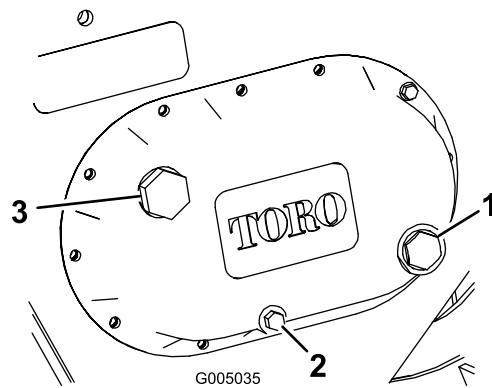

Figure 14
3. Vérifiez le niveau d'huile par le viseur sur le côté du boîtier d'engrenages (Figure 14).
4. Si le niveau est trop bas, enlevez le bouchon de remplissage (Figure 14) et versez de l'huile pour engrenages dans le boîtier jusqu'à ce que le niveau atteigne le point rouge sur le regard.
4. Enlevez le bouchon de vidange (Figure 14) pour permettre à l'huile de s'écouler dans le récipient.
6. Enlevez le bouchon de remplissage (Figure 14) et versez de l'huile pour engrenages dans le boîtier jusqu'à ce que le niveau atteigne le point rouge du viseur.